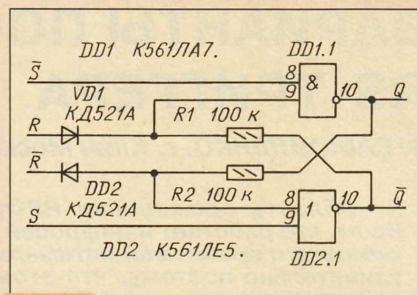

Рис. 10
**RS-триггер на смешанной паре элементов ИЛИ-НЕ, И-НЕ.** Его принципиальная схема показана на рис. 10. Триггер более универсален, чем классические, так как наряду с двумя инверсными входами имеет полный набор входов — неинвертирующие и инвертирующие входы R и S, два из которых высокоомные. Это обеспечивает возможность управления триггером по выбору (или по необходимости) как единичными, так и нулевыми импульсами.